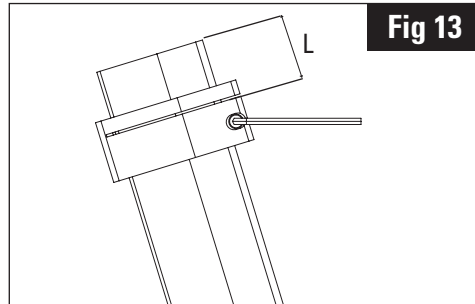

Fig 13
6. Sägeführung auf Position L ansetzen und Querverschraubung mit 3 Nm anziehen. (Abb. 13)